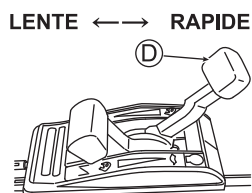

Fig. 19
5. Ajustez la vitesse de tonte avec le levier de changement de vitesse (D). (Voir Fig. 19)